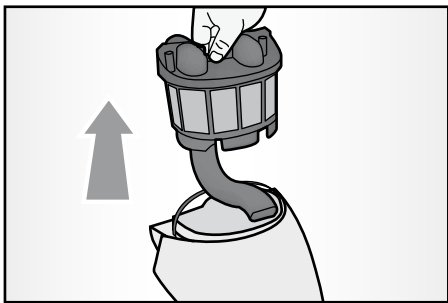

Fig. 4
- Снять фильтр для воды (B) (Рис.4).
- Если пылесос работает в режиме аквафильтра, то необходимо добавить начальное количество воды. Для этого, вода должна наливаться в ёмкость (C) через верхнее отверстие, не превышая отметки "MAX", имеющейся на стенке резервуара.